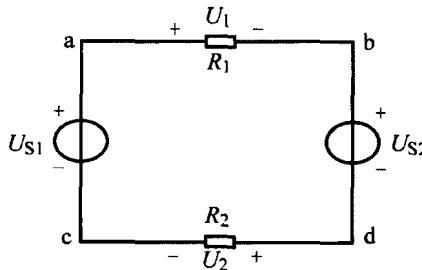

图 1-7 电路电压和电位的计算
**例 1.1.1** 电路如图 1-7 所示，电源电压  $U_{S1}=10\text{ V}$ ,  $U_{S2}=5\text{ V}$ ，电阻电压  $U_1=3\text{ V}$ ,  $U_2=2\text{ V}$ 。分别取 c 点和 d 点为参考点，求各点电位及电压  $U_{ab}$ 、 $U_{bc}$  和  $U_{da}$ 。